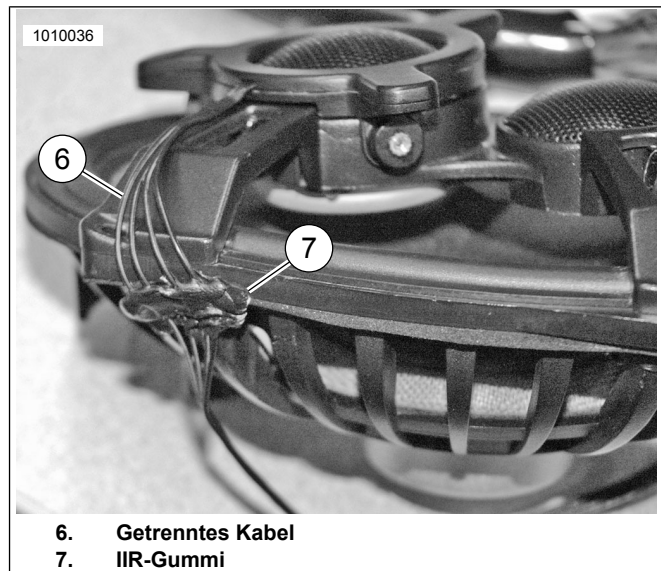

Abbildung 22. IIR-Gummi
14. Das Kabel (4) am Hochtönerbrückenschenkel (5) entlangführen. Das im Satz mitgelieferte Klebeband auf die erforderliche Länge abschneiden und das Kabel damit hinter der Hochtönerbrücke befestigen. Die Stelle in der Nähe des Lichtgenerators finden, an der die Kabel getrennt sind. Siehe Abbildung 22. Sicherstellen, dass sich der Bereich mit den getrennten Kabeln (6) auf der Lautsprecherdichtung befindet. Ein kleines Stück (erbsengroß) des IIR-Gummibands (7) über die getrennten Kabel an der Lautsprecherdichtung legen. Siehe Abbildung 24. Die Kabel auf der Rückseite des Lautsprechers mit einem Kabelbinder (2) befestigen.